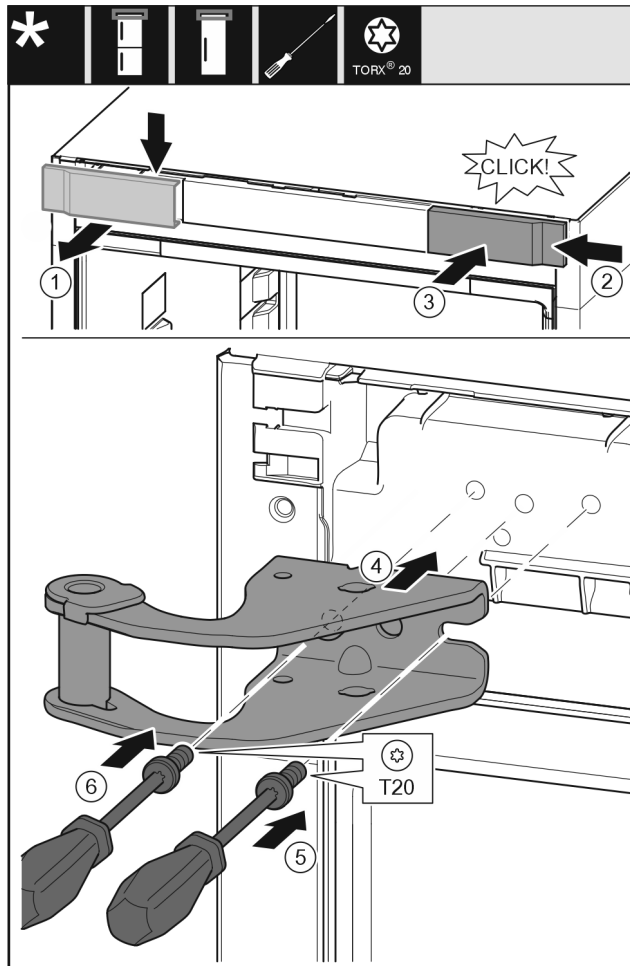

Fig. 9
- ▶ Odoberte kryt zhora dopredu. Fig. 9 (1)
- ▶ Kryt zaveste na druhú stranu sprava otočený o 180°. Fig. 9 (2)
- ▶ Kryt zaklapnite. Fig. 9 (3)
- ▶ Nasadzte hornú ložiskovú konzolu. Fig. 9 (4)
- ▶ Skrutku nasadzte a pevne zaskrutkujte skrutkovačom T20. Fig. 9 (5)
- ▶ Skrutku vložte a pevne zaskrutkujte skrutkovačom T20. Fig. 9 (6)